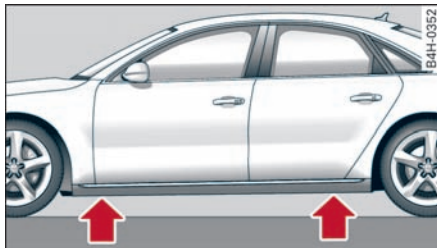

图 248 车门槛：标记
- ▶ 在车门槛上寻找离待更换车轮最近的标记（冲印）⇒ 图 248。后边梁上的标记后面就是汽车千斤顶*的支撑点。